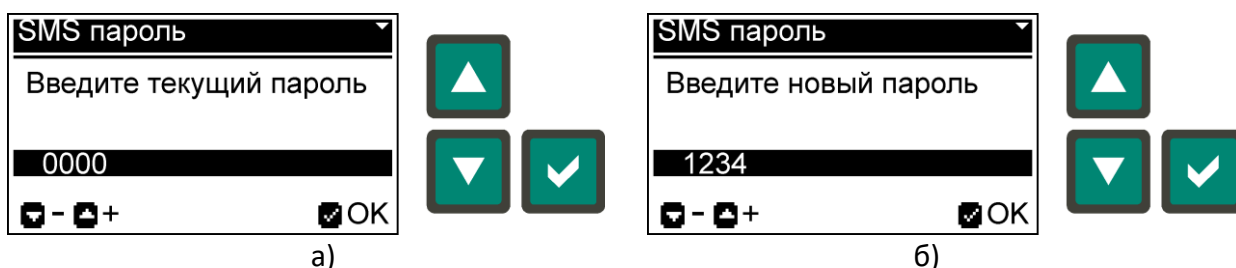
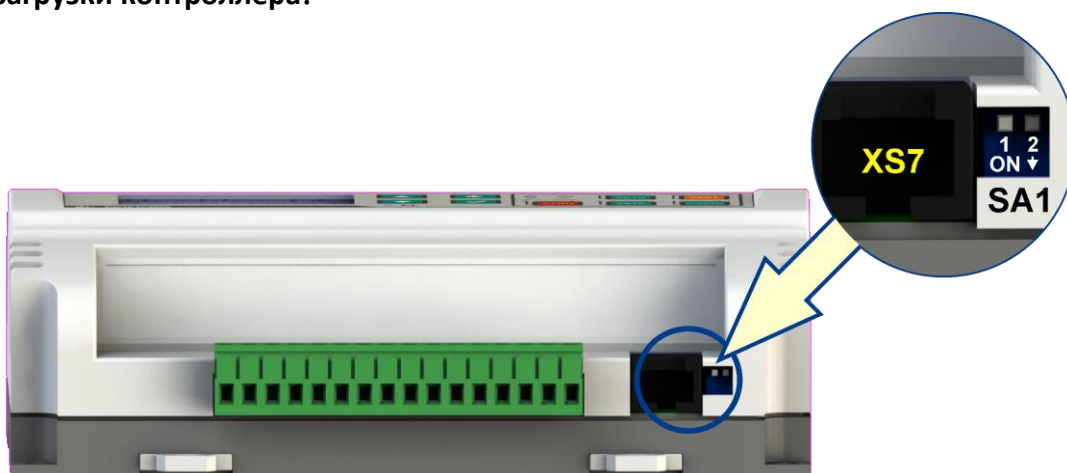

Рис. 5.19. Изменение SMS пароля:
Рис. 5.23. Разъём XS7 и группа переключателей SA1 коммуникационного порта
SMS пароль используется в SMS командах (п. 5.11.2.1) для управления контроллером посредством GSM модема (п. 5.11.2), который может быть подключен к внешнему порту контроллера (разъём XS7, рис. 5.23). Для изменения пароля необходимо сначала ввести текущий пароль (рис. 5.19, а), используя кнопки **[БОЛЬШЕ]** или **[МЕНЬШЕ]**, и подтвердить его нажатием кнопки **[ОК]**, а затем необходимо ввести новый пароль (рис. 5.19, б) и нажать кнопку **[ОК]**. Начальный пароль по умолчанию - 0000.
Обмен данными контроллера с внешними устройствами осуществляется через коммуникационный интерфейс RS-485 (разъём XS7, рис. 5.23). Настройки коммуникационного порта определяются параметрами P100 - P103, а тип подключаемого устройства, протокол или сервис определяется параметром P104 в том случае, если переключатель SA1.2 (рис. 5.23, табл. 5.12) находится в верхнем положении (OFF). Если же переключатель SA1.2 находится в нижнем положении (ON), то настройки коммуникационного порта будут соответствовать параметрам по умолчанию, независимо от значений параметров P100 - P104 (табл. 5.10).